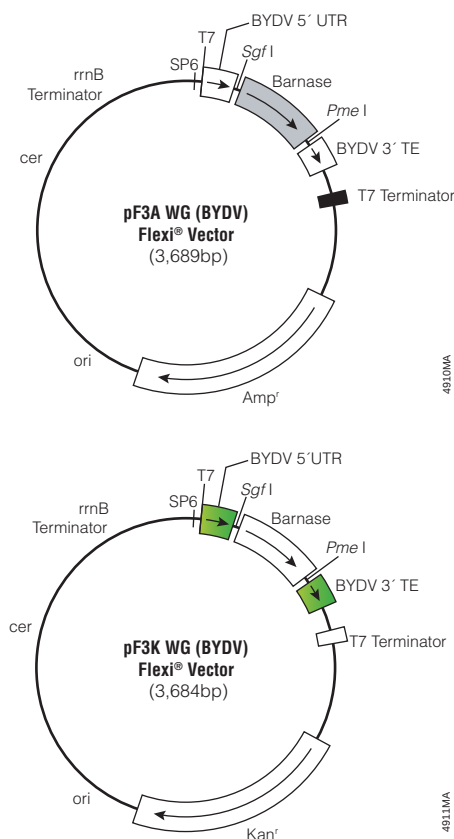

図2. Wheat Germ Flexi® Vector
小麦胚芽抽出液系のタンパク質発現用にデザインされた市販のベクターは、pSP64 Poly(A) Vector（カタログ番号 P1241）、pF3A (BYDV)、pF3K (BYDV) Flexi® Vector（カタログ番号 L5671、L5681：図2）などです。これら2種類のFlexi® Vectorは、ベクターバックボーンにアンピシリン- (A) またはカナマイシン- (K) 耐性遺伝子が組み込まれているため、適切な遺伝子組換えベクターのセクションを行うことができます(5)。これら2つのFlexi® Vectorとも、*SgfI* および *PmeI* クローニング領域の上流にSP6およびT7 RNAポリメラーゼプロモーターが直列に並んでいます。また、このクローニング領域の両端には、オオムギ黄萎ウイルス (barley yellow dwarf virus) (BYDV) 由来の配列が隣接します。BYDV由来の配列は、小麦胚芽抽出液におけるタンパク質翻訳をキャップ非依存的に促進することが報告されています(6,7)。pSP64 Poly(A) Vector より転写されるタンパク質コードRNAの3'末端には30個のアデノシン(A)残基が付加され、無細胞抽出液中におけるタンパク質への翻訳を向上させる可能性があります(8)。